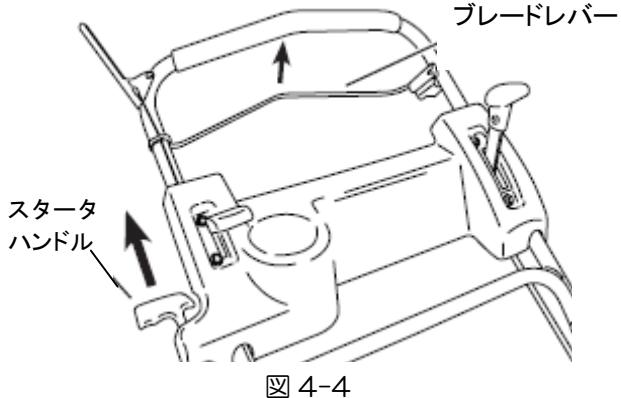

図 4-4
① エンジンおよびブレード
2. 右足で芝刈機の後車輪をしっかりと押えつけ、スターターハンドルを抵抗(圧縮圧力)を感じるまでゆっくりと引きます。そこからスターターハンドルを勢い良く引いてエンジンを始動させます。(図 4-4)